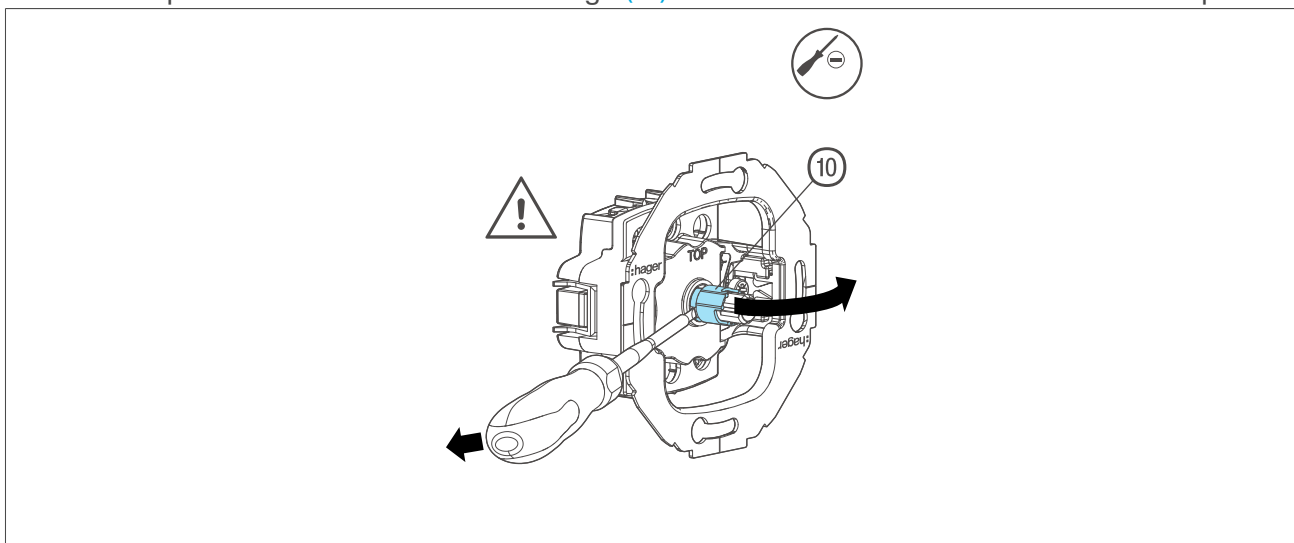

Fig. 4 : Dépose de la douille de centrage
- 💡 – Desserrez et déposez la douille de centrage sur l'axe de rotation (Fig. 4).